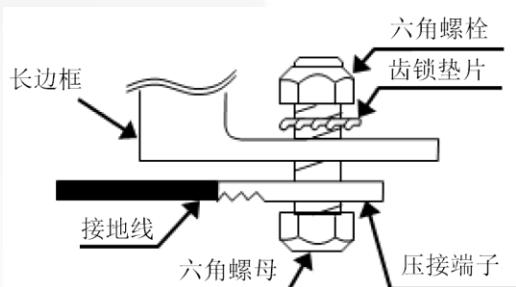

图 6-1 组件接地图
- 5) 太阳能电池组件长边边框的接地孔处用螺栓和压接端子压接地线，并用 M4 的螺母进行安装。另外地线安装部分的组件边框可能进水，建议在接地线时使用高处的接地孔。（接地孔 φ5.1）地线连接如图 6-1 所示。所有的导电连接点必须牢固连接。如不能满足阳光能源接地要求，出现与接地相关的任何问题，我司免责。